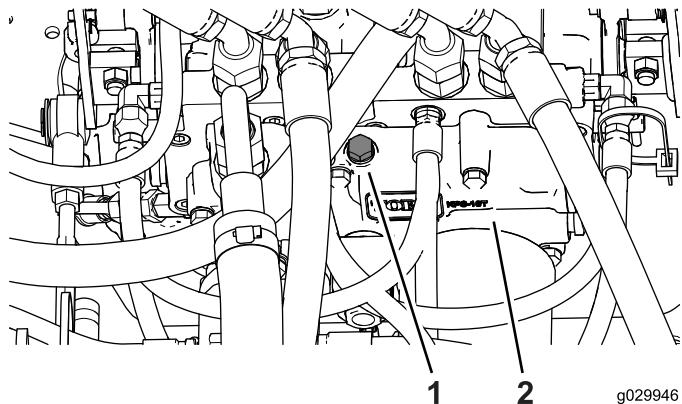

Figura 11
1. Localize e remova o tampão roscado de cada transmissão hidráulica (Figura 11).